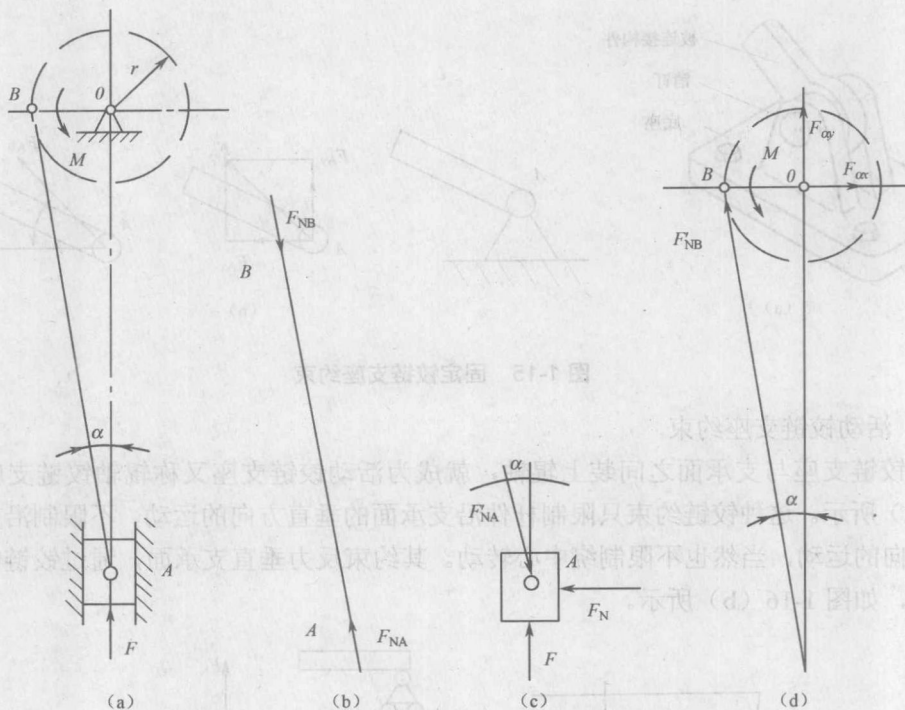

图 1-17 曲柄滑块冲压机各构件受力图
(1) 连杆  $AB$  只在  $A$ 、 $B$  两点受到约束。仅在两点受力而平衡的构件，称为二力构件或二力杆。根据二力平衡公理，约束力必沿  $A$ 、 $B$  两点的连线，设为压力，如图 1-17 (b) 中  $F_{NA}$ 、 $F_{NB}$  所示。
(2) 滑块。滑块除受工件阻力  $F$  作用外，另有连杆  $AB$  对滑块施加的力  $F'_{NA}$ ，依作用力与反作用力公理，即  $F_{NA} = -F'_{NA}$ ，再有右侧导轨的约束反力  $F_N$ ，如图 1-17 (c) 所示。
(3) 曲柄  $BO$  曲柄除受转矩  $M$  作用外，另有连杆  $AB$  作用给曲柄的力  $F'_{NB}$ ，依作用力与反作用力公理，即  $F_{NB} = -F'_{NB}$ ， $O$  铰链处的约束力，可用二正交分力  $F_{Ox}$ 、 $F_{Oy}$  表示，如图 1-17 (d) 所示。
(2) 再取  $AC$  为研究对象 (图 1-17 (c))。由  $AB$  通过销  $A$  传给  $AC$  的力为  $R_{AX}'$ 、 $R_{AY}'$ , 它们与  $R_{AX}$ 、 $R_{AY}$  是作用力与反作用力关系, 故两者的指向应相反;  $C$ 、 $E$  两处的约束反力的分析方法同上。